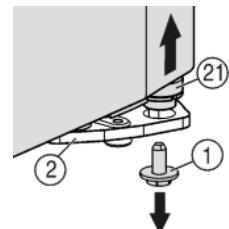
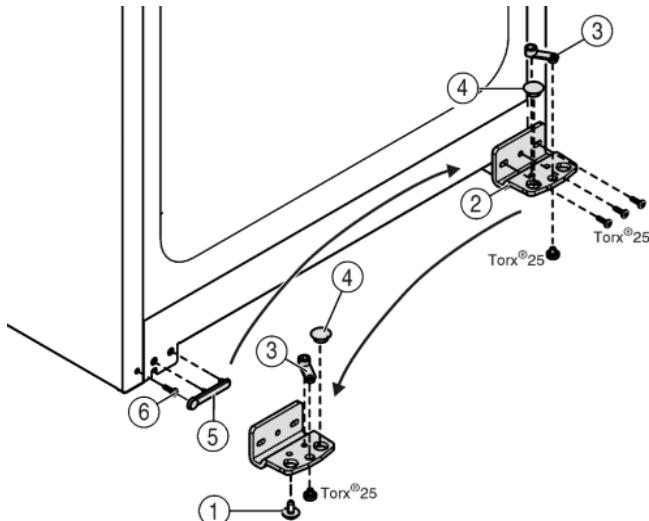

Fig. 4
Fig. 5
- Внизу справа на опорном кронштейне выкрутите фиксирующий винт Fig. 4 (1).
- Опорный палец Fig. 4 (21) можно извлечь из опорного кронштейна Fig. 5 (2).
- Сли установочный винт Fig. 4 (21) не откручивается, его можно вынуть, нажав на него снизу.
- ▶ Открутите опорный кронштейн Fig. 5 (2).
- ▶ Открутите опорную деталь Fig. 5 (3) и, переставив в отверстие на противоположной стороне опорного кронштейна, снова прикрутите.
- ▶ Извлеките заглушку Fig. 5 (4) из опорного кронштейна и переставьте ее в отверстие на противоположной стороне опорного кронштейна.
- ▶ Осторожно снимите крышку со стороны ручки Fig. 5 (5).
- ▶ Выкрутите болт Fig. 5 (6) и вкрутите на противоположной стороне.
- ▶ Снова установите крышку Fig. 5 (5).
- ▶ Снова прикрутите опорный кронштейн Fig. 5 (2) на новой стороне шарнира **(с моментом 4 Нм)**. При необходимости используйте аккумуляторный шуруповерт.
- ▶ Вкрутите фиксирующий винт Fig. 4 (1) внизу в опорный палец и затяните **(с моментом 4 Нм)**.